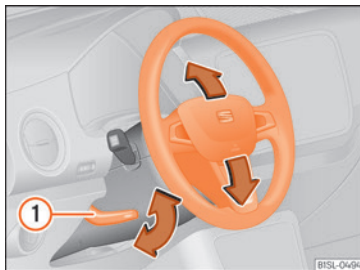

Fig. 4 Betjeningsarm nederst på rattstammen i venstre side
- Vip armen »» **Fig. 4** ① nedad, placer rattet i den ønskede position, og tryk armen helt op igen, indtil den når fastgørelsespunktet.
- Armen »» **Fig. 4** ① skal altid drejes helt op, efter at indstillingen er foretaget, så rattet ikke utilsigtet ændrer position under kørsel.